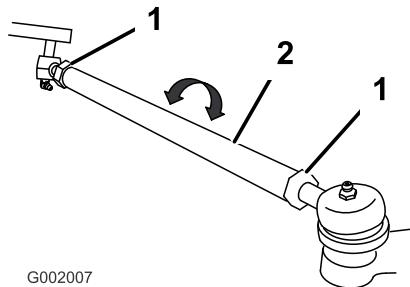

Figura 59
- Si la distancia no está en el intervalo especificado, afloje las contratuerzas en ambos extremos de las bielas (Figura 59).